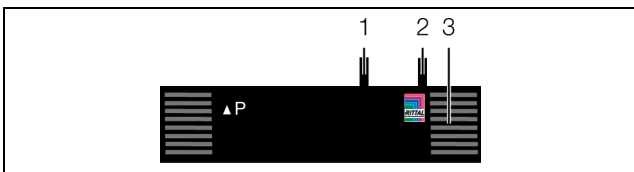

Abb. 10: Frontseite des Differenzdrucksensors
- Schließen Sie den Luftschlauch für die Referenzmessung am entsprechenden Anschluss an (Abb. 10, Pos. 2).
- Schließen Sie den Luftschlauch für die Vergleichsmessung am entsprechenden Anschluss an (Abb. 10, Pos. 1).